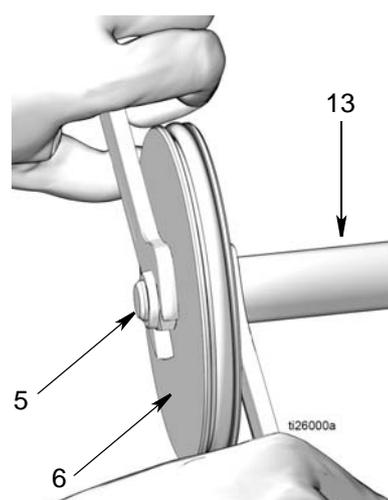

FIG. 19
15. Asta del pistone (13) e pistone (6)
- a. Estrarre l'asta del pistone (13) e il pistone (6) dal cilindro pneumatico (2) (FIG. 19).
- b. Per separare l'asta del pistone (13) e il pistone (6) utilizzare due chiavi e agire in direzioni opposte. Utilizzare una chiave aperta sulle superfici piane dell'asta del pistone e la seconda chiave per allentare il dado (5) come mostrato in FIG. 19.